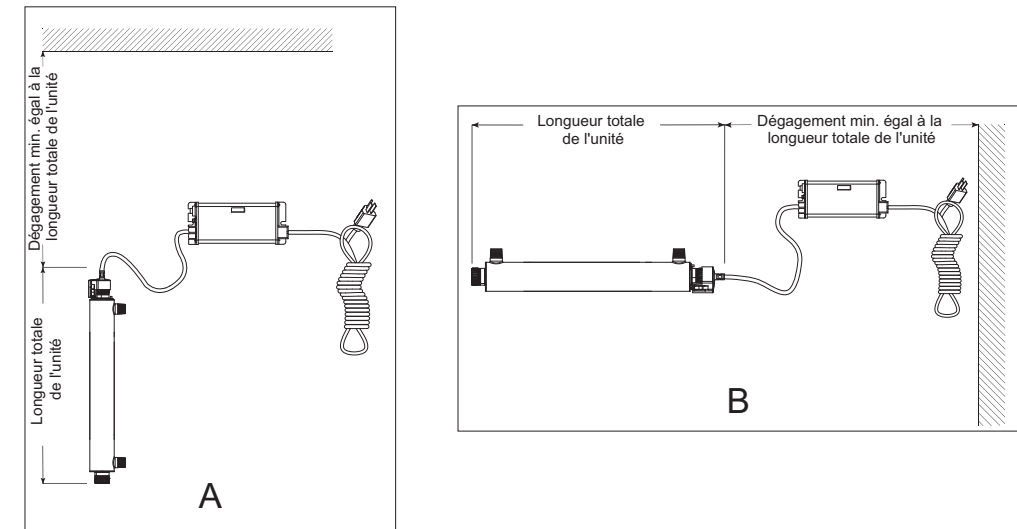

Figure 3 Installation du système de désinfection - Verticale et Horizontale
2. Sélectionnez un emplacement approprié pour le système de désinfection et ses composants connexes. Étant donné qu'il est recommandé d'installer un DFT, assurez-vous qu'il est pris en compte avant l'installation. Le système peut être installé soit verticalement (orifice d'entrée en bas) comme indiqué dans la Figure 3 A soit horizontalement comme indiqué dans la Figure 3 B. Cependant, l'installation verticale est la méthode préférée. Lorsque vous sélectionnez un emplacement de montage, laissez suffisamment d'espace pour permettre la dépose de la lampe UV/du manchon en quartz (on laisse habituellement un espace équivalent à la taille de la chambre UV elle-même).